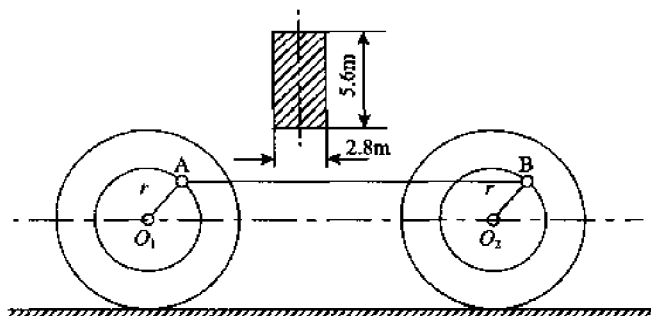

图 11-24
5. 如图 11-24 所示机车车轮以 $n=300\text{r/min}$ 转的速度旋转, 平行杆 AB 的横截面为矩形, h